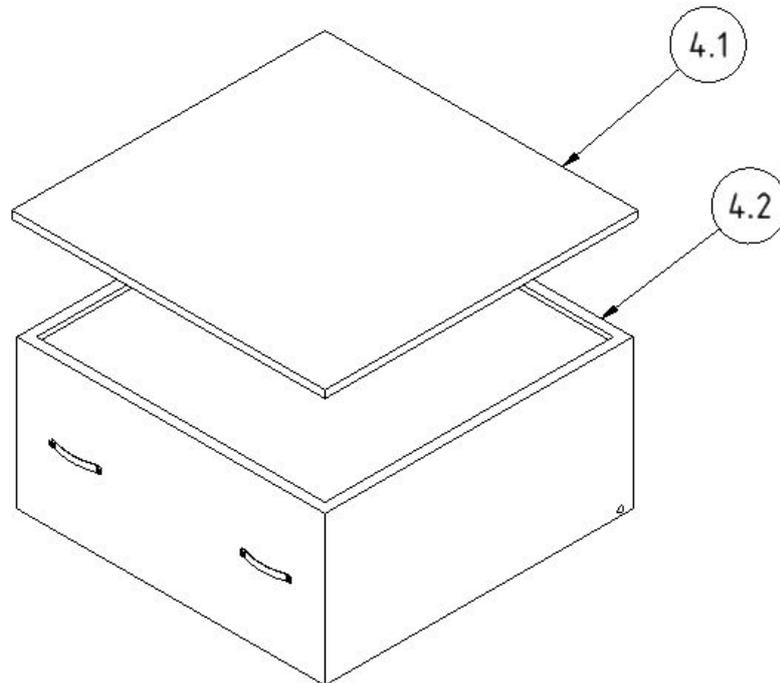

Abbildung 6, Filterwechsel
- Entnehmen Sie den Vorfiltereinschub (Abb. 6, Pos. 4.1) vorsichtig aus dem Filterteil, um möglichst keinen Staub aufzuwirbeln und legen ihn auf einem Arbeitstisch ab.
- Heben Sie das Hauptfilter (Abb. 6, Pos. 4.2) an den Griffbandern vorne leicht an um die Dichtung von der Auflageflache zu losen und ziehen Sie es ungefahr zwei Drittel aus dem Filtergehause, so dass das Filter mit den Bolzen noch weiterhin auf den seitlichen Fuhrungsprofilen liegt.